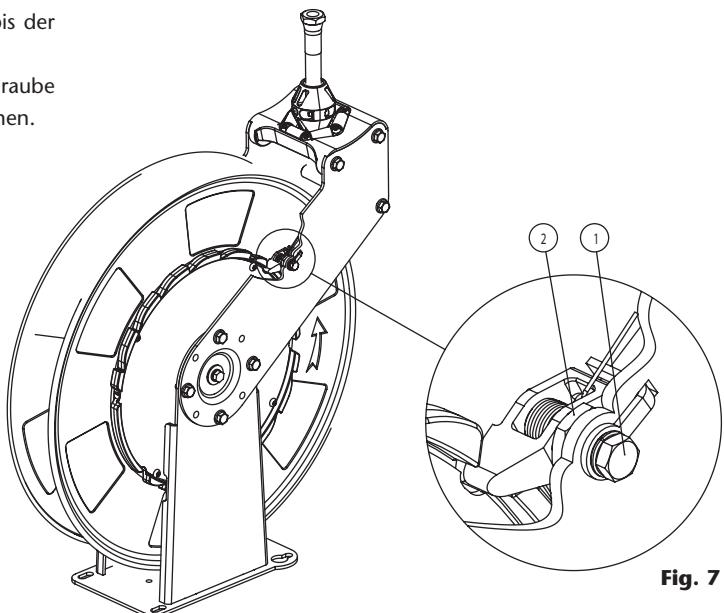

Fig. 7
1. Sorgen Sie dafür dass der Schlauch komplett aufgerollt ist bis der Schlauchstopper die Führungsrollen berührt. Entfernen Sie jetzt die Schraube (1) (Fig. 7) während Sie Schraube (2) (Fig. 7) festhalten. Jetzt können Sie die Sperrlinke entfernen.